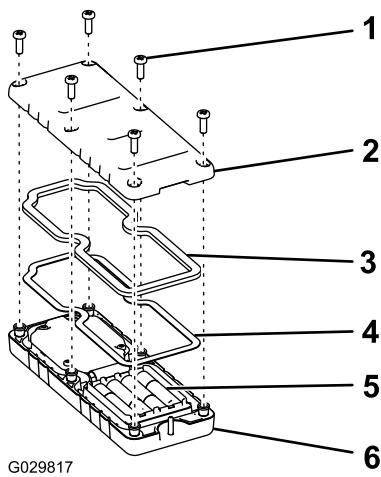

Figura 39
1. Retire los 6 tornillos de la parte trasera del control remoto y quite la tapa (Figura 39).
5. Vuelva a colocar la tapa y ajústela con los 6 tornillos que retiró anteriormente (Figura 39) y apriételos a 1,5–1,7 N m.